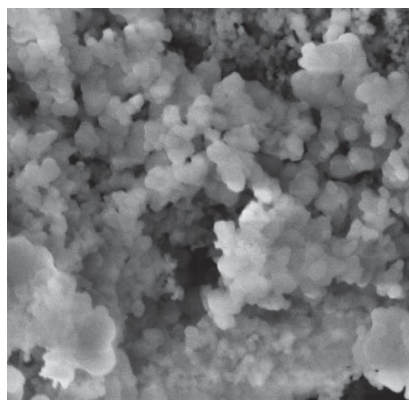

Рис. 10.8. Микрофотография капиллярно-пористого материала, полученного спеканием гранул полиэтилена
3. Микроскопическое исследование капиллярно-пористого материала показало, что он имеет пористую структуру, которая образована гранулами размером от 25 до 160 мкм, сплавленными в местах соприкосновения (см. рис. 10.8). Этот факт подтверждает получение материала путем спекания порошка полимера.
Эксперимент полностью подтвердил справедливость этого предположения. Первые же опыты показали, что вязкость расплава СВМПЭ настолько высока, что сплавить порошок этого полимера до состояния сплошного листа является трудной задачей. Поэтому не потребовал значительных усилий и подбор температурно-временного режима спекания (см. ниже) порошка до пористого листового материала. Варьирование условий процесса позволило даже до определенной степени регулировать степень пористости листа и влиять таким образом на его капиллярные свойства. Микроскопическое исследование полученного материала показало, что частицы СВМПЭ действительно скреплены между собой не по всей поверхности (т. е. не глубоко сплавлены), а только «спаяны» по краям. В результате образовалась «ажурная» структура, очень близкая к структуре капиллярно-пористого материала советского производства (рис. 10.8).